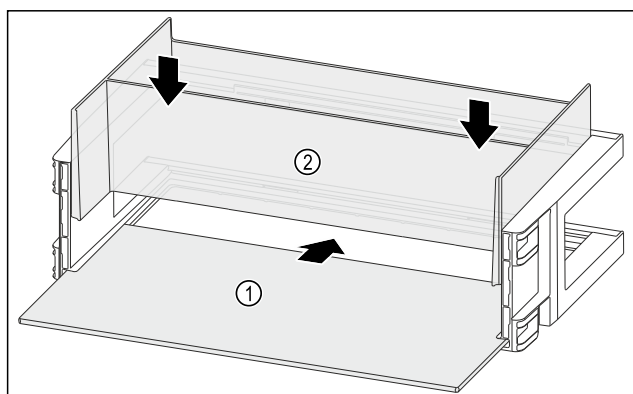

Fig. 126
- ▶ 将搁板 Fig. 126 (1) 推入侧面凹槽。
- ▶ 装入收纳盒 Fig. 126 (2)。